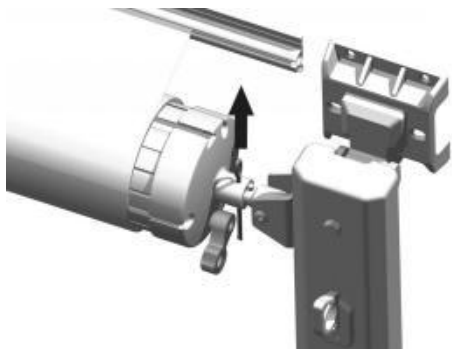

Figure C17
3.7 Retirez les goupilles de sécurité situées de part et d'autre des embouts du rouleau (Figure C17) pour resserrer le rouleau de tissu sous tension.